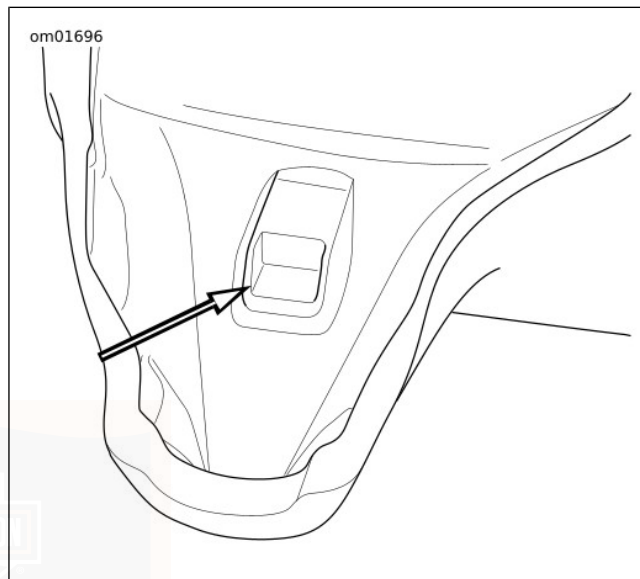

Figura 100. Ranura de montaje del asiento
1. Vea Figura 100. Firmemente empuje hacia abajo y hacia adelante sobre la parte delantera del asiento hasta que la ranura enganche en la lengüeta.
1. Vea Figura 100. Coloque el asiento en el eje central de la estructura.